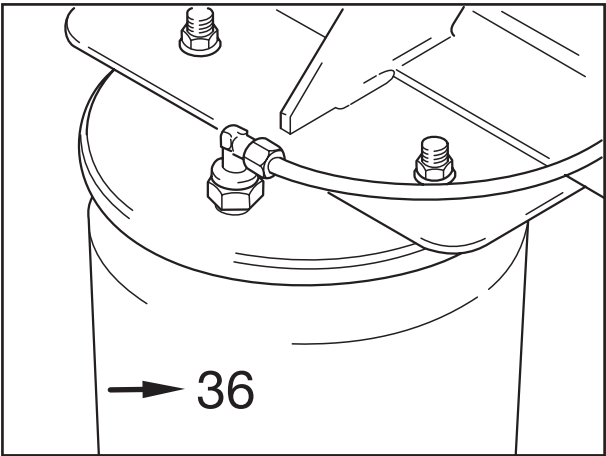
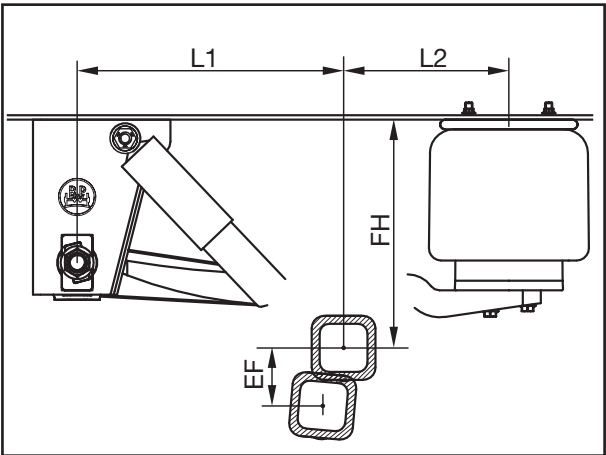
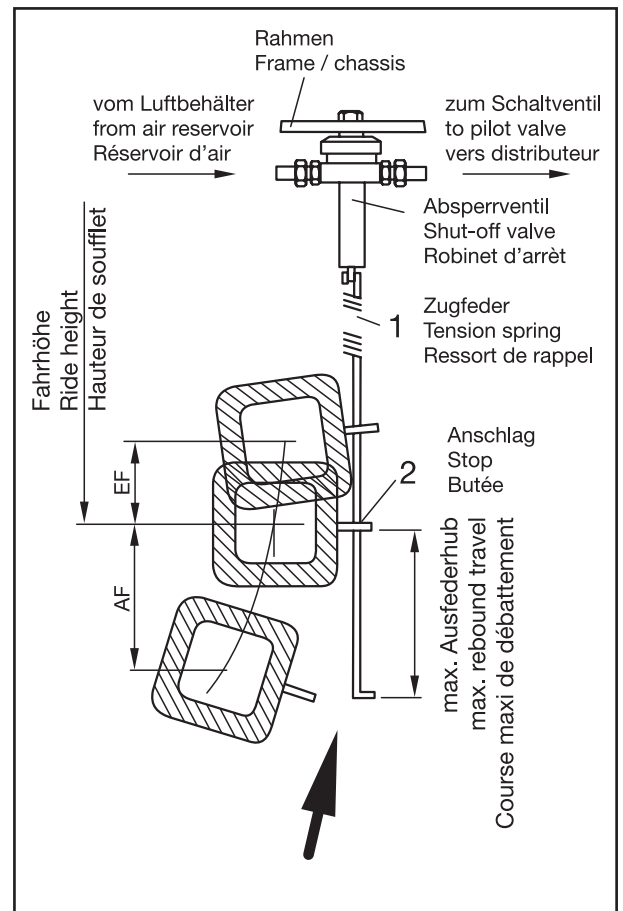

Fig. 2
Fig. 3
Fig. 1
- Durch diese Einstellung ist die Mindestfahrhöhe (Fig. 3) bei Aggregaten mit Luftfederbälgen BPW 30 bzw. BPW 36 (Fig. 2/Pfeil) erreicht.
| <p>[3] Check the length of the valve lever; it must be at least 200 mm (Fig. 1); if necessary, alter accordingly after slackening the clamping screw and re-tighten clamping screw.</p> <p> The angles stated (Fig. 1) must be maintained to avoid the valve linkage swinging over.</p> <p>[4] Press valve lever down and hold in this position until the vehicle has fully lowered.</p> <p>[5] Slowly push valve lever up and hold until a single-axle vehicle has been raised by at least 60 mm, two- and three-axle vehicles by at least 170 mm and vehicles with axle lift device by at least 100 mm.</p> <p>[6] After these setting heights have been reached, the air levelling valve lever must be moved into the horizontal position (Fig. 1).</p> <p> The minimum ride height (Fig. 3) for suspensions with air bags BPW 30 or BPW 36 (Fig. 2/arrow) is reached as a result of this setting.</p> <p>[7] Insert guide linkage into the fastening lug on the axle beam. Screw on nut with spring washer.</p> <p>[8] Connect valve lever and guide linkage with one another via the guide rod. After fitting the valve lever must be located in the horizontal position. If necessary, re-adjust the double nut correspondingly and tighten the nut (Fig. 1/3). Fasten the guide rod by tightening the screws on the band clamps.</p> | <p>[3] Contrôler la longueur du levier de la valve. Elle doit être de 200 mm au moins (fig. 1); desserrer si nécessaire la vis de blocage, la régler et la resserrer.</p> <p> Afin que la tige de la valve ne bascule pas, respecter impérativement les angles indiqués (fig. 1).</p> <p>[4] Pousser le levier de la valve vers le bas jusqu'à ce que le véhicule soit complètement abaissé.</p> <p>[5] Pousser le levier de la valve lentement vers le haut jusqu'à ce que le véhicule soit remonté d'au moins 60 mm s'il n'y a qu'un essieu, d'au moins 70 mm s'il y en deux ou trois et d' au moins 100 mm s'il s'agit d'un ensemble comportant un dispositif de relevage d'essieu.</p> <p>[6] Une fois les hauteurs de réglage prescrites atteintes, remettre le levier de la valve de nivellement à l'horizontale (fig. 1).</p> <p> Ce réglage permet d'obtenir la hauteur min. de fonctionnement (fig. 3) sur les trains d'essieux des séries équipés des coussins d'air BPW 30 ou BPW 36 (fig. 2/flèche).</p> <p>[7] Placer l'articulation dans l'éclisse de fixation sur le corps d'essieu. Visser l'écrou avec la rondelle à ressort.</p> <p>[8] Relier le levier de valve de nivellement et l'articulation par la tige de timonerie. Après le montage, le levier de valve doit se trouver en position horizontale, au besoin, régler en conséquence le double écrou et serrer (fig. 1/3) l'écrou. Fixer la tige de timonerie en serrant les vis sur les colliers.</p> |
- [4] Neues Absperrventil anschrauben. Zugfeder (Fig. 1/1) in die Bohrung des Anschlags (Fig. 1/2) an der Achse einführen. Zugfeder im Absperrventil einhängen und Druckluftleitungen anschließen.
- [7] In dieser Stellung das untere Ende der Zugfeder (Fig. 1/Pfeil) so abbiegen, dass das abgebogene Teil am Anschlag anliegt. Es kann auch eine Klemmverschraubung als Anschlag verwendet werden.